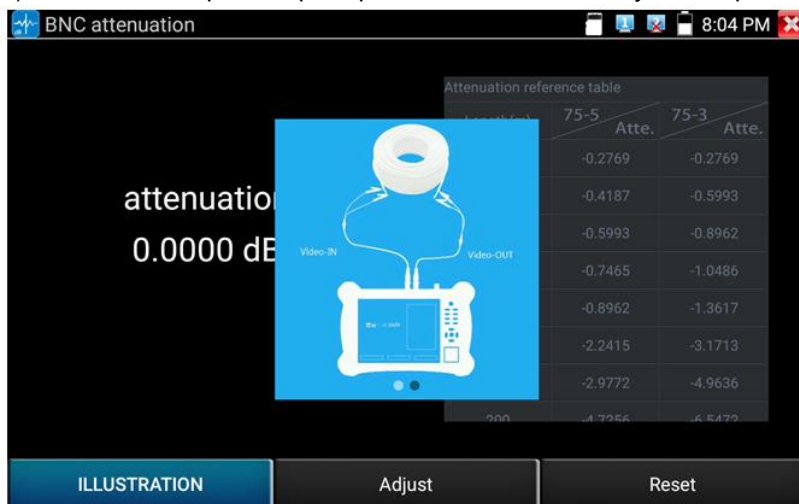

Рис. 124 Результат работы инструмента
2) После калибровки прибор покажет степень затухания, рис. 124